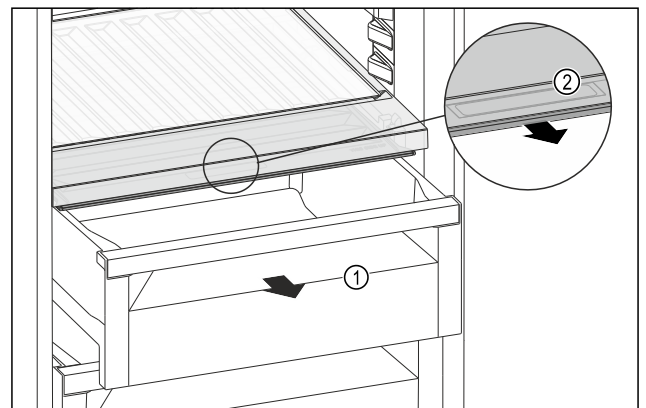

Fig. 116
- ▶ Schubfach Fig. 116 (1) herausziehen.
- ▶ Griffmulde Fig. 116 (2) am Fachdeckel anfassen und Fachdeckel gleichzeitig nach vorne ziehen.